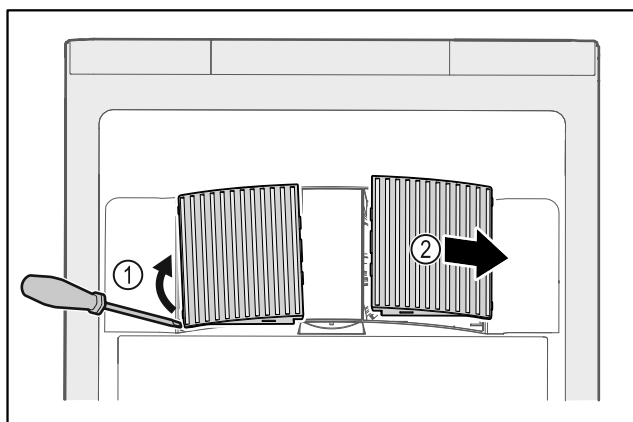

Fig. 164
- ▶ Extraire par un mouvement de levier les caches latéraux Fig. 164 (1) vers l'avant Fig. 164 (2).